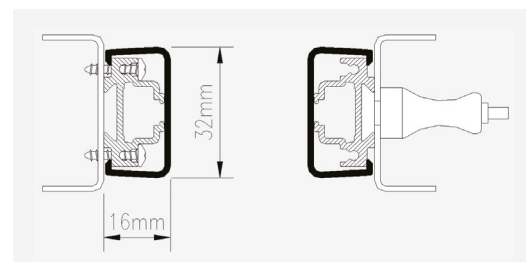

Abb. 3: E32 an der Vorderkante / am Anschlagpfosten mit Schneidschrauben (links) bzw. Bolzen (rechts).
1. Installieren Sie die Detektoren an der Vorderkante / am Anschlagpfosten entweder mit Schneidschrauben oder den mitgelieferten Bolzen (Abb. 3).